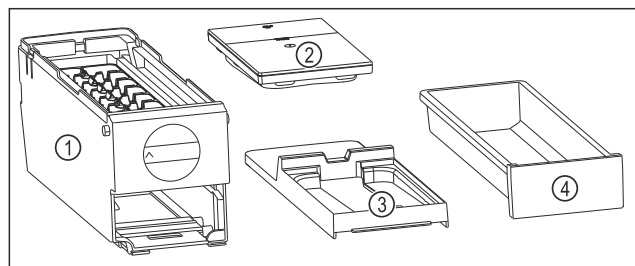

Fig. 87 Composants de l'EasyTwist-Ice
- ▷ L'EasyTwist-Ice est démonté en quatre parties. (voir Fig. 87)
- Ne démonter l'EasyTwist-Ice que de la manière illustrée. (voir Fig. 87)
- Nettoyer le corps de l'EasyTwist-Ice Fig. 87 (1) dans son ensemble.